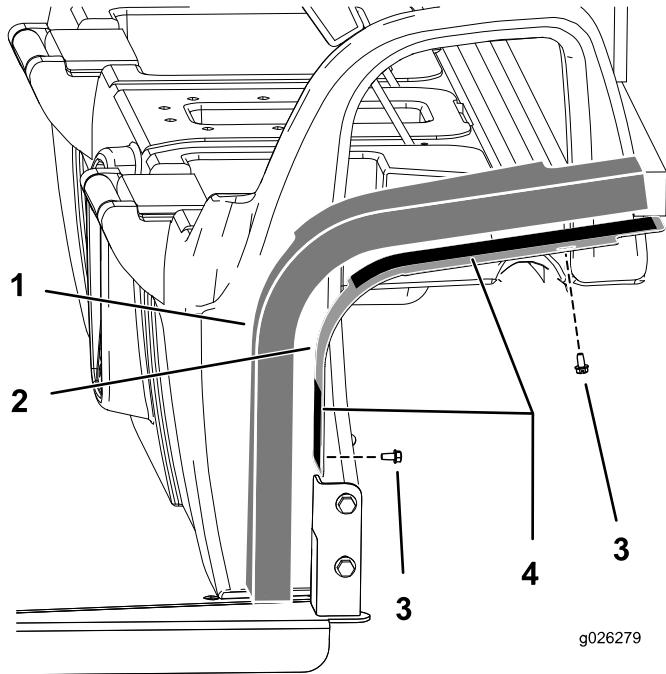

Bild 7
1. Befestigen Sie die Befestigungsplatten mit 4 Schrauben (1/4") an der Kabine, siehe Bild 7.
3. Ziehen Sie das rückwärtige Papier von dem doppelseitigen Klebeband an den Befestigungsplatten ab (Bild 7).
4. Befestigen Sie die Schaumstoffplatten an der Baueinheit (Bild 7).